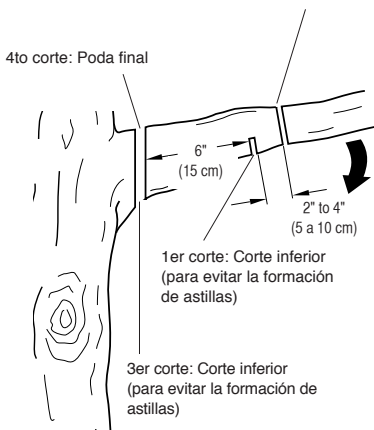

Figura 15 - Poda de una rama
1. Haga el primer corte a quince centímetros del tronco del árbol, del lado inferior de la rama. Utilice el lado superior de la barra de guía para realizar este corte. Atraviese la rama hasta llegar a 1/3 de su diámetro. (vea la Figura 15).